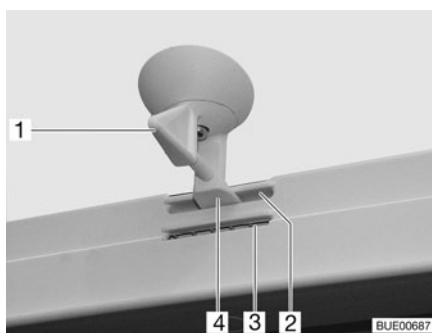
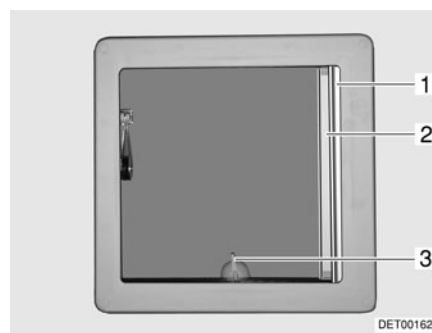

Fig. 42 Claraboya inclinable, bloqueo
Fig. 43 Claraboya inclinable
- Girar la palanca (Fig. 42,1 ó Fig. 43,3) un cuarto de vuelta en sentido contrario a las agujas del reloj.
- Girar la palanca un cuarto de vuelta. El bloqueo (Fig. 42,4) tiene que deslizarse dentro de la apertura inferior (Fig. 42,3).
- Girar la palanca un cuarto de vuelta. El bloqueo (Fig. 42,4) tiene que deslizarse dentro de la apertura superior (Fig. 42,2).
- Extraer del estor plegable (Fig. 43,1) y soltarlo en la posición deseada. El estor plegable se queda fijo en esta posición.
- Tirar la mosquitera enrollable (Fig. 43,2) hasta que engatille en el bloqueo del lado contrario.